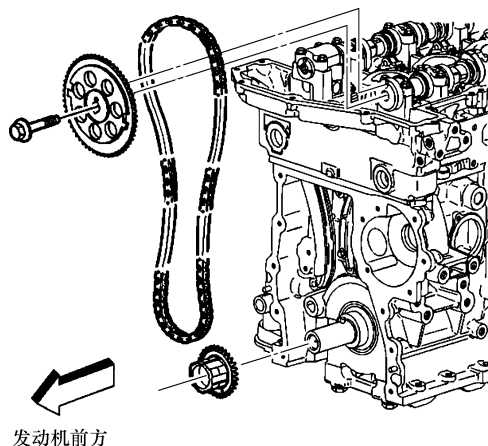

图 17-5 正时链条与链轮识别
11) 拆下排气凸轮轴位置执行器。拆下进气凸轮轴链轮螺栓并将拆下的螺栓废弃，见图 17-5。
12) 拆下进气凸轮轴链轮，见图 17-5。
13) 拆卸正时链条，见图 17-5。
14) 拆卸曲轴链轮，见图 17-5。